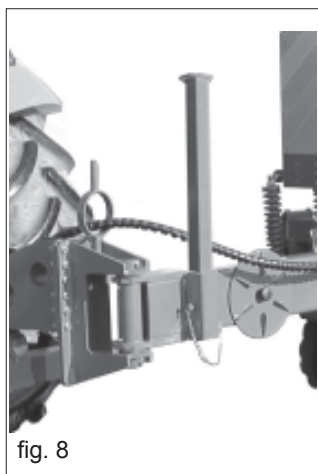

fig. 8
- 3) Levantar los pies de apoyo (Fig. 8).